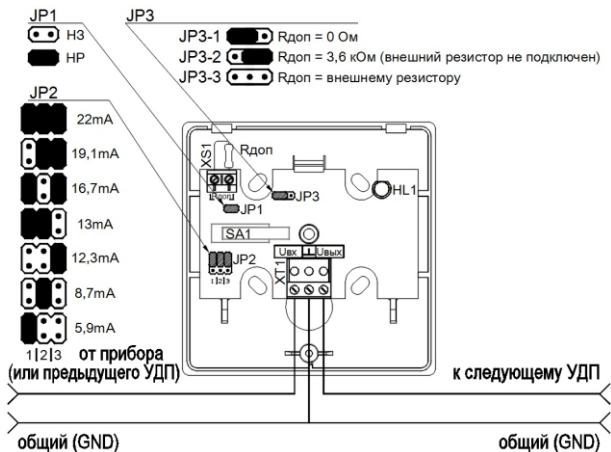

Рис. 2. Схема подключения УДП
Для установки режима работы УДП используются переключки (см. рисунок 2):
- к клеммной колодке подсоединить внешние соединительные линии согласно схеме подключения (см. рисунок 2), пропустив входящие и выходящие провода через нижнее центральное отверстие в основании корпуса;